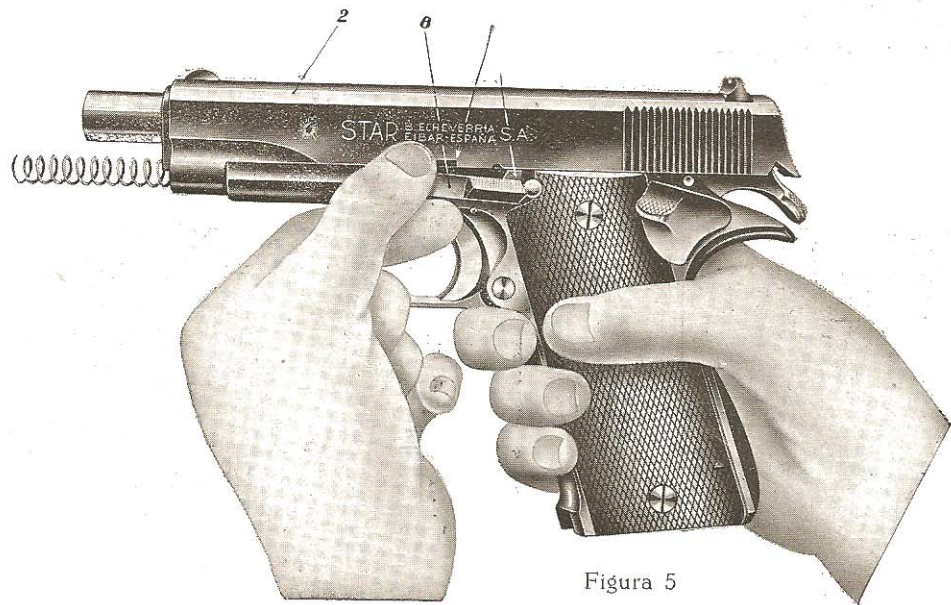

Figura 5
3.º Correr hacia atrás el cerrojo **2** hasta que su muesca encuentre el pico de la palanca **8**; hágase que éste pico penetre en la muesca, venciendo la resistencia del freno, en el momento que se extrae la palanca **8**, oprimiendo el saliente que presenta su vástago por el lado derecho de la pistola. (Véase figura 5).